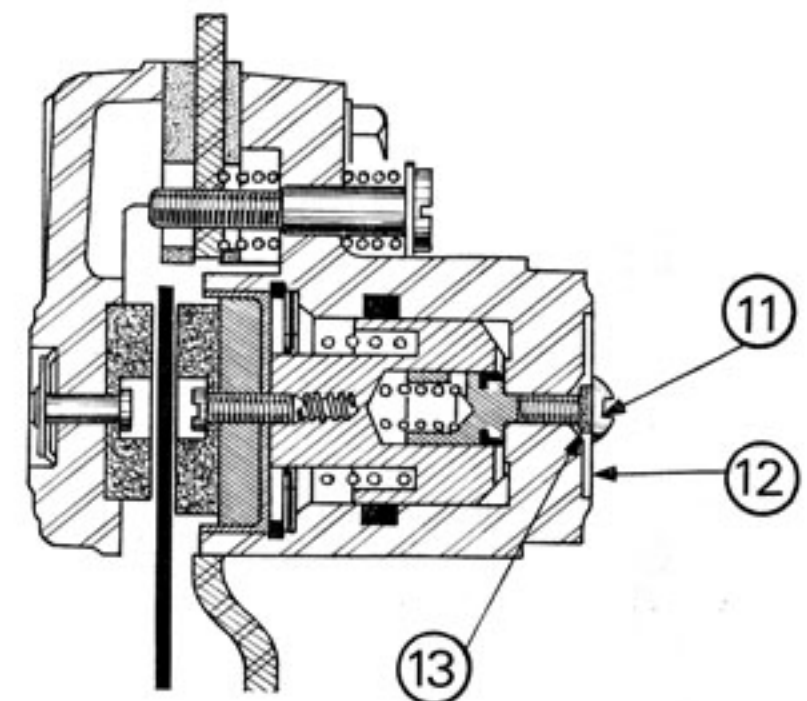

Fig. 2
Avant de procéder au remplacement des plaquettes de frein, il faut dévisser la vis (4) tête de vis reculée au ras du corps de poignée (voir Fig. 2, page 5) de façon à permettre au piston compensateur (3) (Fig. 2, page 4) de revenir en position 0.